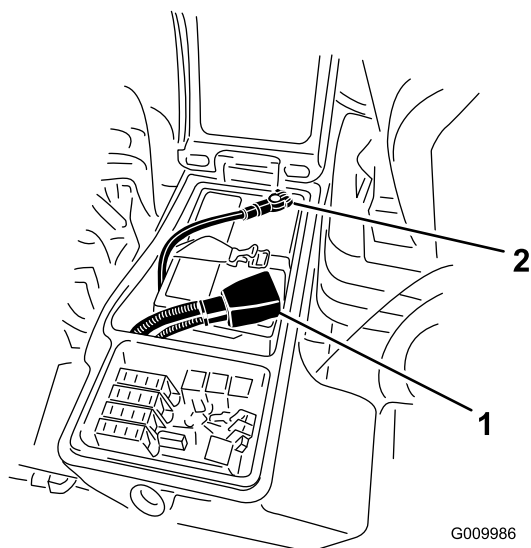

Figura 92
3. Retire o cabo negativo (preto) do terminal negativo (-) e o cabo positivo (vermelho) do terminal positivo (+) da bateria (**Figura 92**).
6. Instale o cabo positivo (vermelho) no terminal positivo (+) e o cabo negativo (negro) no terminal negativo (-) da bateria (Figura 92).